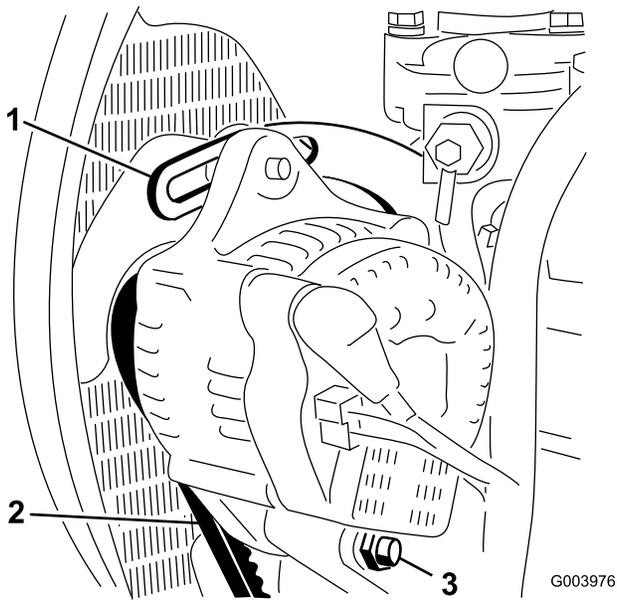

图71
2. 检查交流发电机皮带张紧力的方法：使用 10kg 的力按压交流发电机和曲轴箱皮带轮之间的皮带（图71）中间位置。
3. 松开将皮带环形支架固定到发动机（图71）的螺栓，以及将交流发电机固定到皮带环形支架上的螺栓和枢轴螺栓。